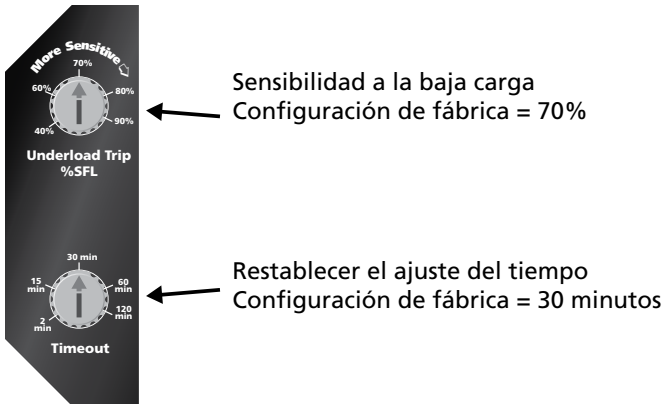

Figura 4: Configuraciones de sensibilidad del tiempo de espera y disparo
7. Establecer el ajuste de tiempo de espera en la posición deseada. La configuración de fábrica es 30 minutos (ver figura 4).